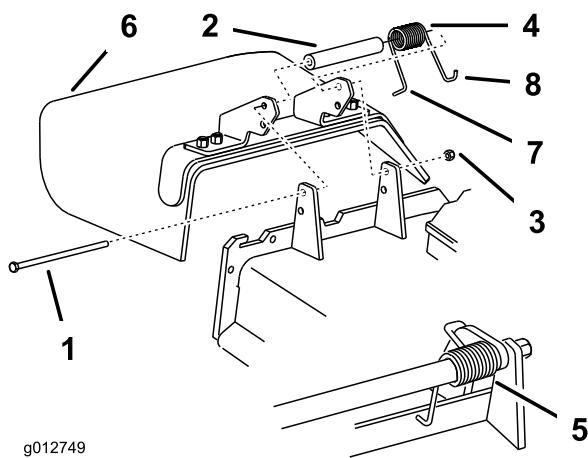

Figura 87
1. Retire la contratuerca, el perno, el muelle y el espaciador que sujetan el deflector a los soportes de pivote (Figura 87). Retire el deflector de hierba dañado o desgastado.
Nota: Asegúrese de colocar el extremo en **L** del muelle detrás del reborde de la plataforma antes de instalar el perno, según se muestra en la Figura 87.
- Instale el perno y la tuerca. Coloque el extremo en **J** del muelle alrededor del deflector de hierba (Figura 87).